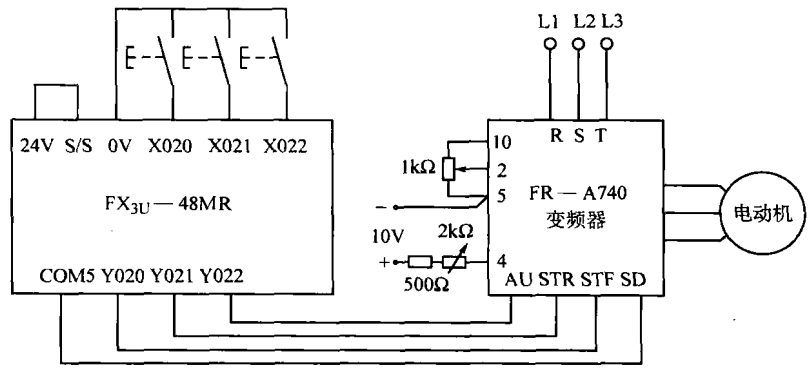

图 8-16 变频器电流电压控制接线图
(1) 控制要求 按正转起动按钮，变频器正转，并由端子2(电压)设定的频率运行；按反转起动按钮，变频器反转，并由端子4(电流)设定的频率运行；按停止按钮，变频器停止运行。
(2) I/O 分配及接线图 X020：正转起动；X021：反转起动；X022：停止；Y020：STF；Y021：STR；Y022：AU。接线图如图 8-16 所示。